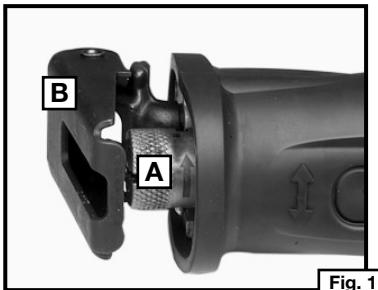

Fig. 1
1. Hay que tener el árbol alternativo (eje de vaivén) totalmente extendido para permitir entrada al collar de seguridad de la segueta (A) Fig. 1, Quik-Change™. Si es necesario, apriete ligeramente el gatillo para mover el árbol alternativo hasta su posición extendida (como está ilustrado en la Fig. 1).
2. Gire la zapata de guía (B) Fig. 1, hacia adelante para aumentar la entrada al seguro de segueta.